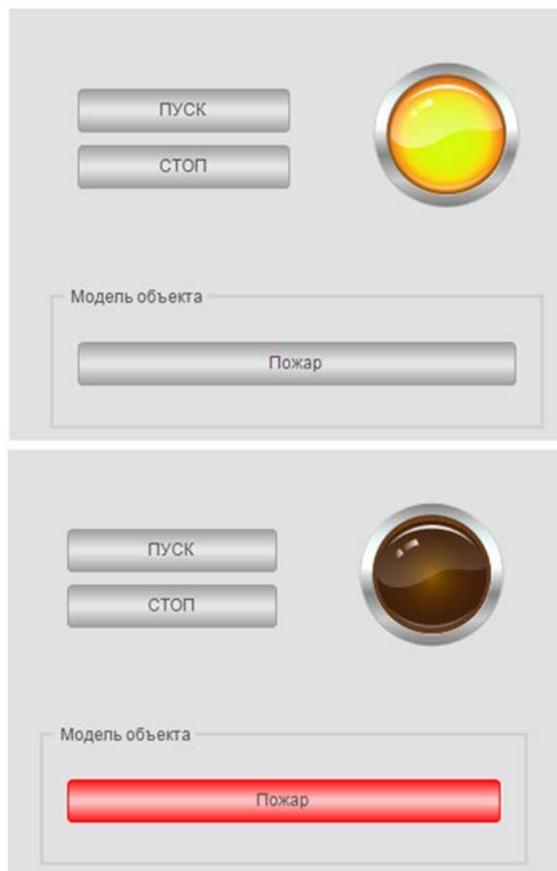

Рис. 83. Проверка работы программы
4. Открыть созданный ранее экран и проверить работу программы (рис. 83).